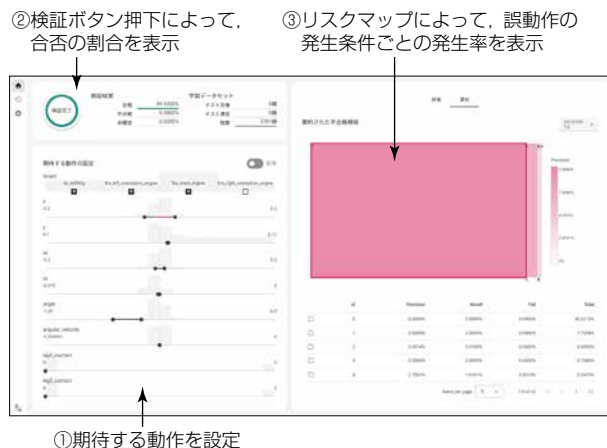

図1-決定木アンサンブルモデルに対する網羅検証ツール
AIのモデルの一つである決定木アンサンブルモデルに対して、期待する動作をあらかじめ設定し、期待どおりに動作しているかを厳密に漏れなく、対話的に検証する網羅検証ツールを開発した。このツールでは、ユーザーがAIに期待する動作を直感的に設定(図1①)し、ワンクリックで検証を実行できる。また、検証結果として合否の割合を表示(図1②)することで、AI開発者が誤動作リスクの大きさを把握可能である。さらに、誤動作の発生条件ごとの発生率を色の濃淡で表したリスクマップとして図示(図1③)し、AI開発者の誤動作リスクへの適切な対処を支援する。